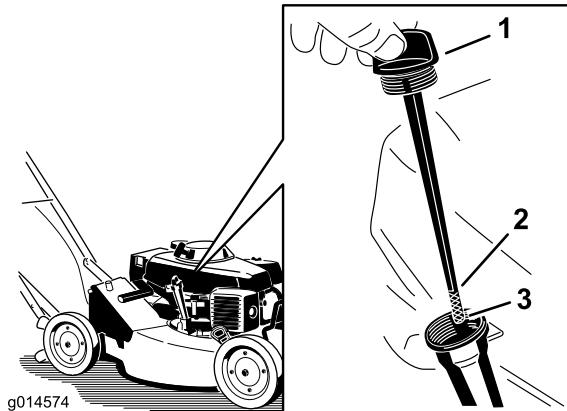

Figura 9
Antes de cada uso, compruebe que el nivel de aceite está entre las marcas inferior y superior de la varilla (Figura 9).
- Limpie alrededor de la varilla (Figura 9).